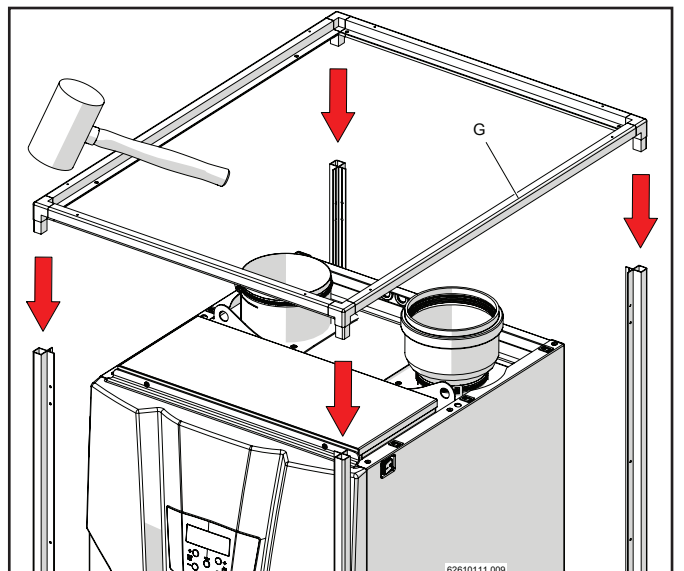

Figure 13-42
- 6.- Insérer le châssis supérieur de la couverture extérieure à l'aide d'un marteau en caoutchouc (figure 13-42).